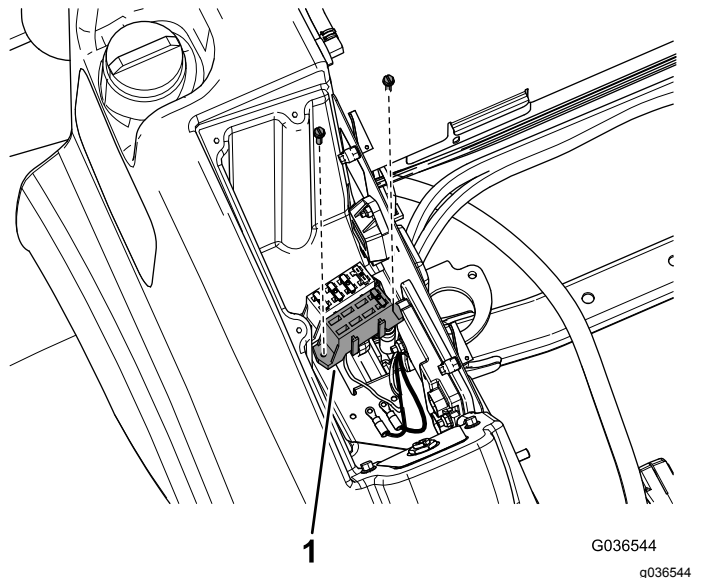

**Рисунок 27**
2. Установите кронштейн реле на нижнюю сторону опоры бака и кронштейн, используя имеющийся болт и гайку (Рисунок 27).